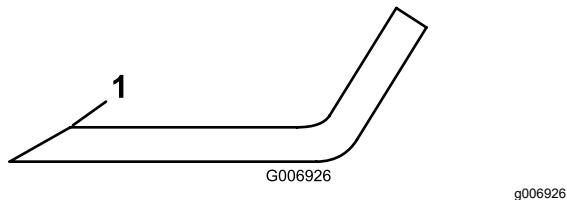

Figura 76
4. Controllate i taglienti di tutte le lame. Affilateli se sono smussati o scheggiati, affilate solo la parte superiore del tagliente e mantenete l'angolo di taglio originale per garantire l'affilatura (Figura 76).